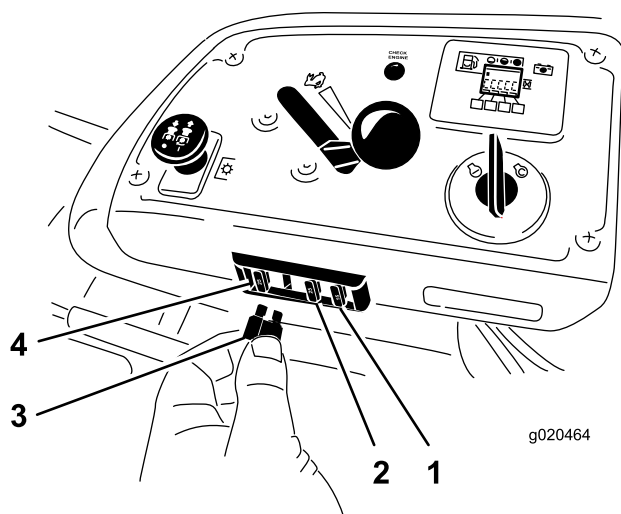

Figure 65
1. Les fusibles sont situés sur la console droite, près du siège (Figure 65).
3. Remplacez le fusible (Figure 65).